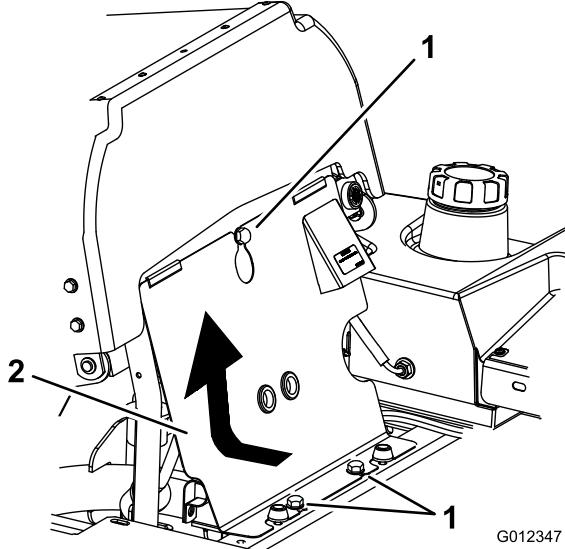

Figure 66
- Basculez le siège en avant, desserrez les boulons et déposez le panneau avant du moteur (Figure 66).